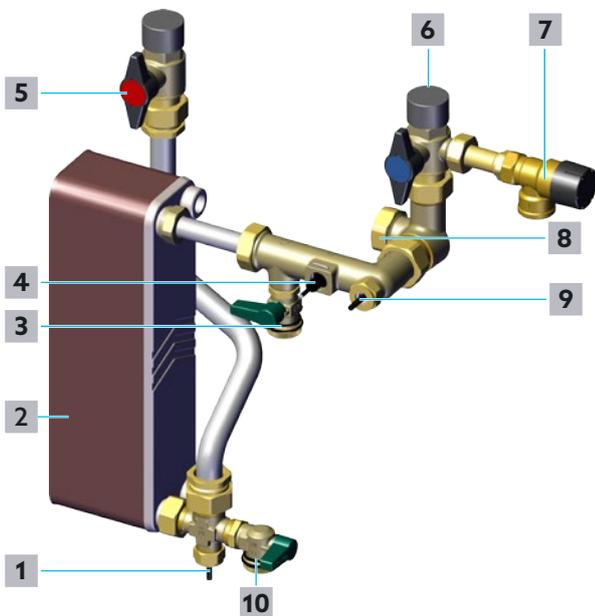

Fig. 31 - Circuito sanitario ACS
- 2 Chiudere lentamente il rubinetto a sfera di blocco dell'acqua potabile calda (vedere posizione **5** in Fig. 31 a pagina 49 e posizione **10** in Fig. 2 a pagina 12).
- 3 Chiudere lentamente il rubinetto a sfera di blocco dell'acqua potabile calda (vedere posizione **6** in Fig. 31 a pagina 49 e posizione **11** in Fig. 2 a pagina 12).
- 4 Svitare il tappo di chiusura del rubinetto a sfera di carico e scarico dell'acqua potabile calda (**10** in Fig. 31 a pagina 49 e **16** in Fig. 2 a pagina 12).
- 5 Collegare il tubo flessibile di scarico dell'acqua potabile al rubinetto a sfera di carico e scarico dell'acqua potabile calda (**10** in Fig. 31 a pagina 49 e **16** in Fig. 2 a pagina 12).
- 6 Aprire il rubinetto a sfera di carico e scarico dell'acqua potabile calda (vedere **10** in Fig. 31 a pagina 49 e **16** in Fig. 2 a pagina 12).
- 17** Chiudere il rubinetto a sfera di carico e scarico dell'acqua potabile calda (vedere **10** in Fig. 31 a pagina 49 e **16** in Fig. 2 a pagina 12).
- 5 Chiudere il rubinetto a sfera di carico e scarico dell'acqua potabile calda (vedere **10** in Fig. 31 a pagina 49 e **16** in Fig. 2 a pagina 12).